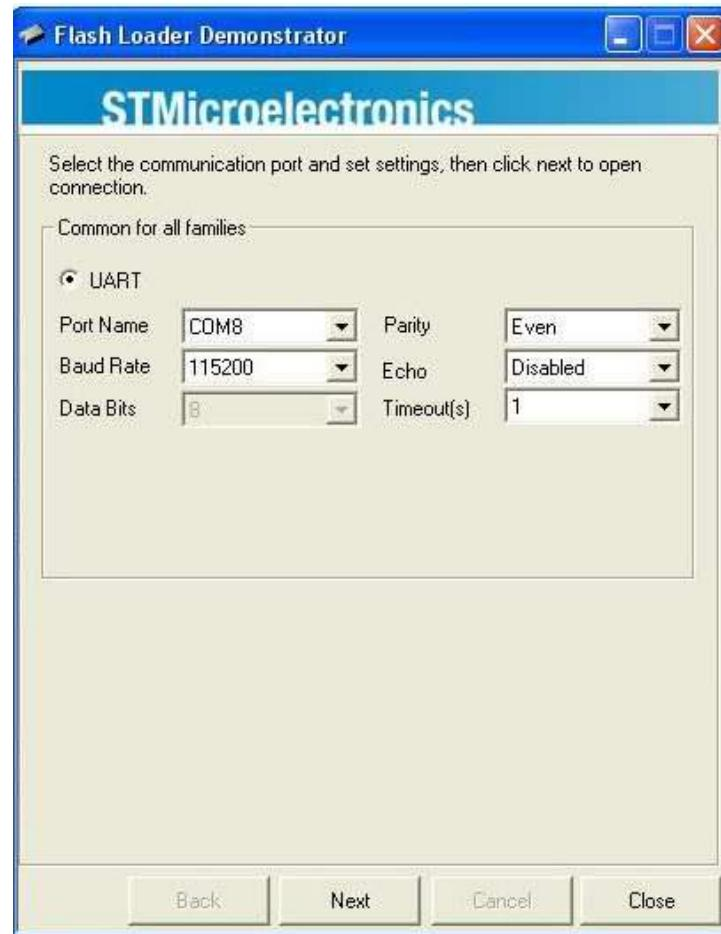
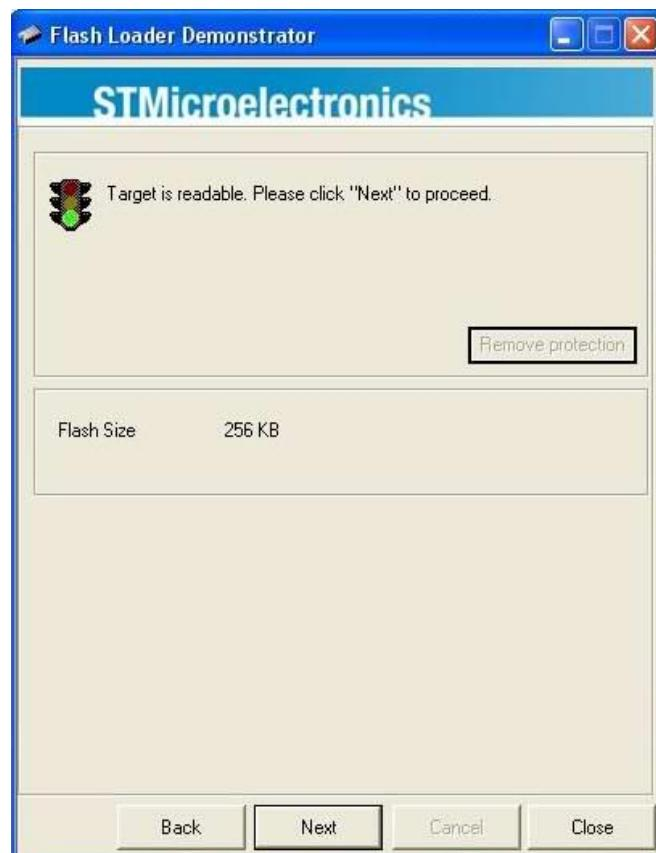

Рисунок 5.9 – Настройки программы Flash Loader Demo
Рисунок 5.12 – Окно программы Flash Loader Demo
4. После подтверждения закрытия «УниКона» светодиод «Работа» МДО-1 должен погаснуть. Вернуться в программу «Flash Loader Demo» и нажать кнопку «Next» (рисунок 5.9). Программа обнаружит устройство с размером памяти 256 kB (рисунок 5.12).